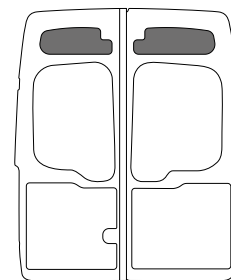
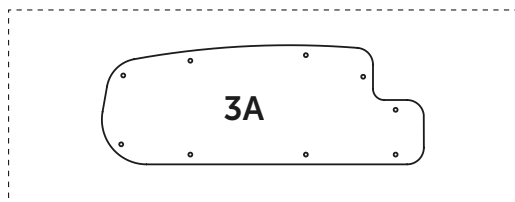

rys. 7
rys. 8
9. Przyłóż organizer do karoserii samochodu i upewnij się, że poprawnie przylega. Oczyszczyć oraz odtłuścić powierzchnię, gdzie wzmocnienia **W1** i **W2** będą przyklejone do karoserii. Odklej taśmę montażową i przyklej **W1** i **W2** do karoserii (rys. 7 i rys. 8).